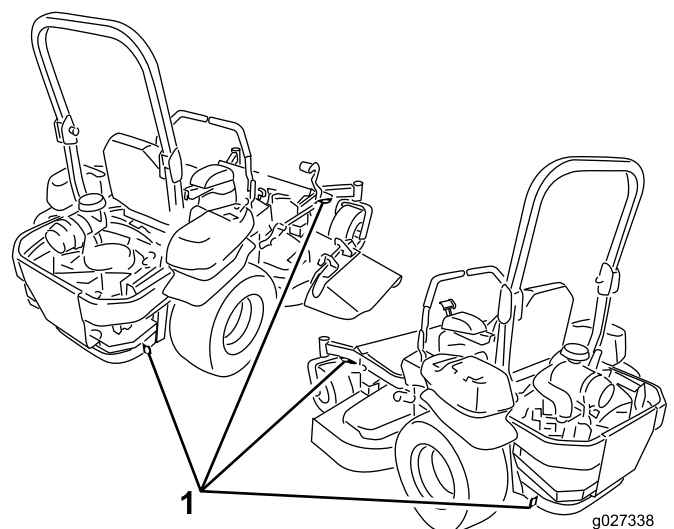

Bild 37
5. Befestigen Sie die Maschine mit den Metallbefestigungsschleifen und Riemen, Ketten, Kabel oder Seilen am Anhänger oder Pritschenwagen (Bild 37).